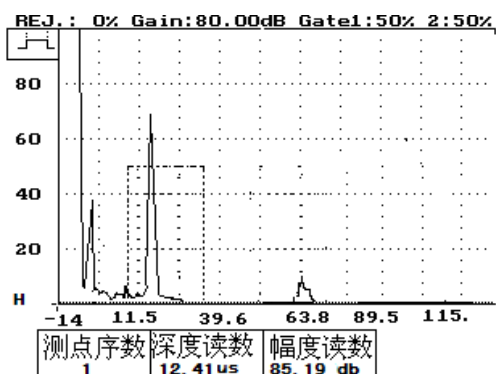

图 18-47
- 7、按闸门键及方向键——调节前闸门的宽度及高度，并移动前闸门套住横通孔的反射波。如图 18-47 所示。